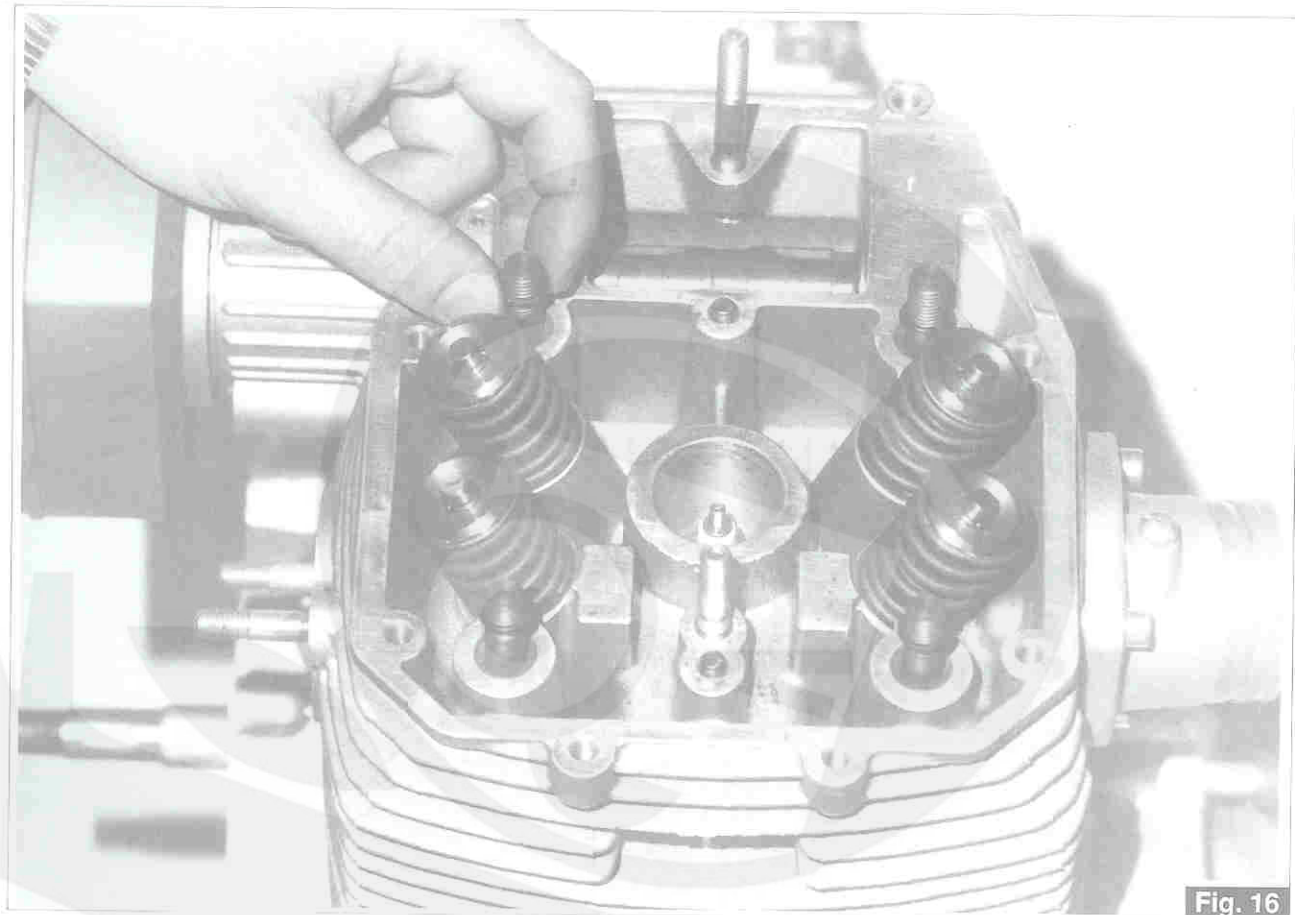

Fig. 16
– Togliere i 4 anelli OR sui prigionieri di tenuta cilindro. (fig. 16)
– Remove the 4 OR rings on the cylinder seal stud bolts (fig. 16)